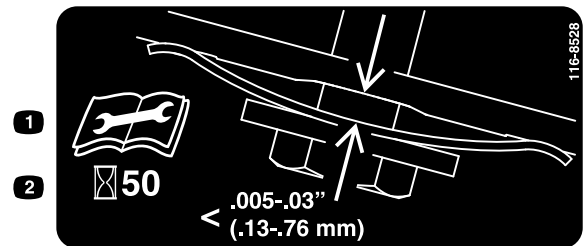

Figura 33
3. Sujete una galga ajustada a entre 0.13 mm y 0.76 mm (0.005" y 0.03") contra el tabique y deslícela hacia abajo por detrás del muelle tensor de la correa; consulte Figura 33.